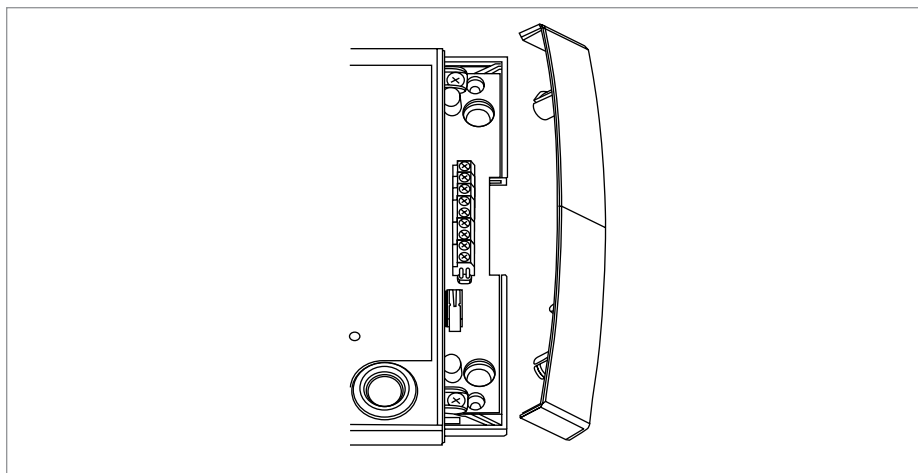

Рисунок 11. Снятие передней панели блока
4. Снимите переднюю боковую крышку блока (Рисунок 11).